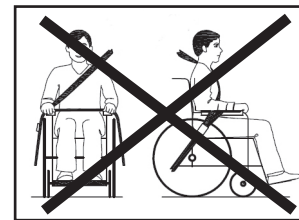

Abbildung 5
- Der Gurt darf nicht an Rollstuhlteilen (wie Armlehnen oder Rädern) anliegen, wodurch der Gurt den Körper des Benutzers nicht mehr vollständig stützt (siehe Abbildung 5).